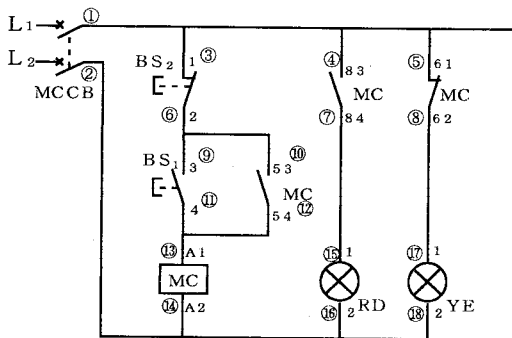

図3-45 図記号系列1
- 5) 一般に使われている自己保持回路及びその解除は、図3-45、3-46に示す。
6) 配線後の点検 (○数字は図3-45上の場所を示す。)